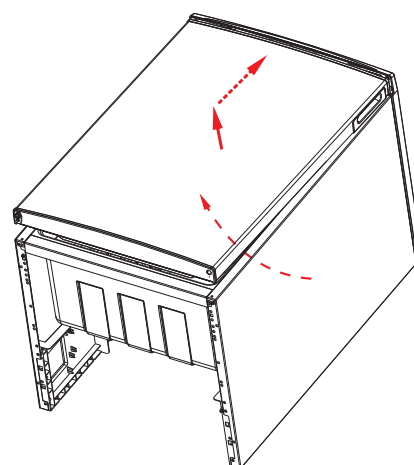

Fig. 17
- ▶ Réinstallez la porte sur le réfrigérateur en la poussant légèrement inclinée du bas vers le haut (fig. 17). Veillez ce faisant à ce que le tenon de la charnière supérieure soit bien inséré dans la douille de charnière du côté supérieur de la porte du réfrigérateur et que le joint ferme hermétiquement sur le bord du caisson.